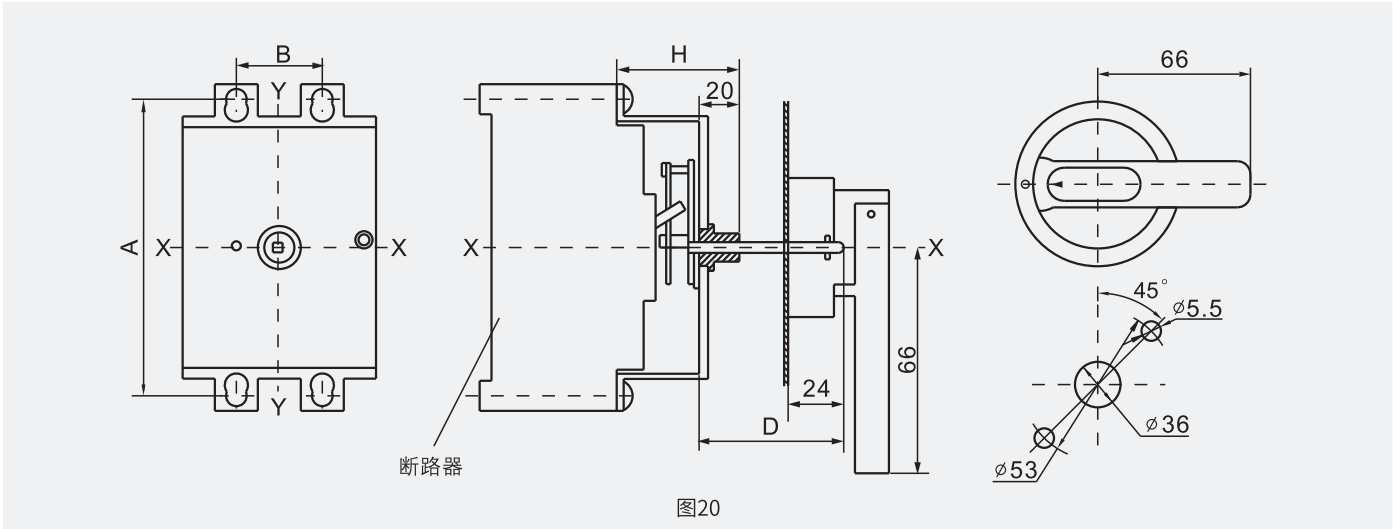

图20
20. HSM2-1250(L、M) 板前接线外形、安装尺寸见图20
CZ2（中心式）结构和外形安装尺寸如图20和表15所示。